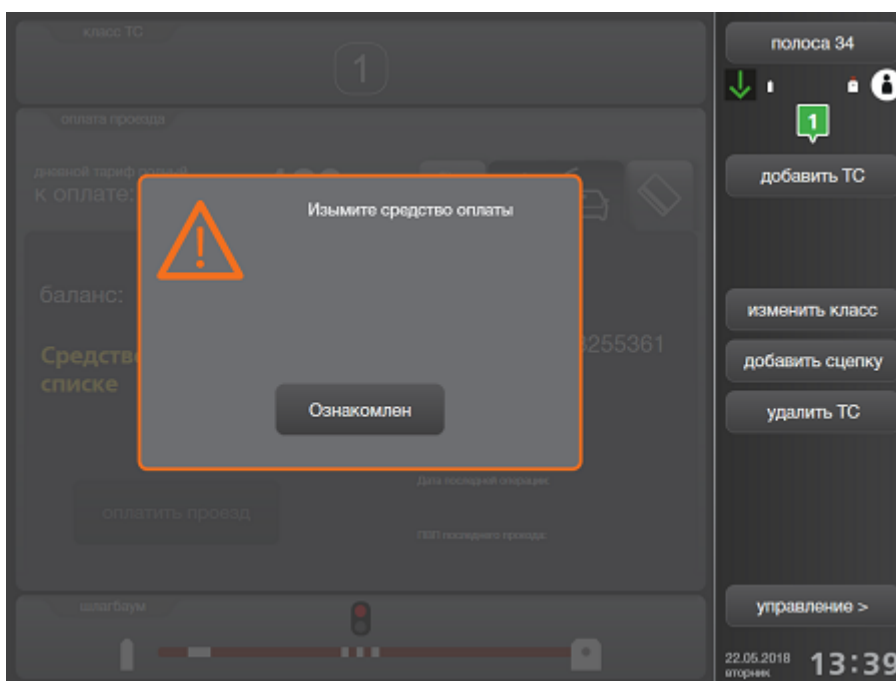

Рисунок 108. Сообщение о невозможности оплаты транспондером
- Номер транспондера находится в сером/черном списке (рис. 108).